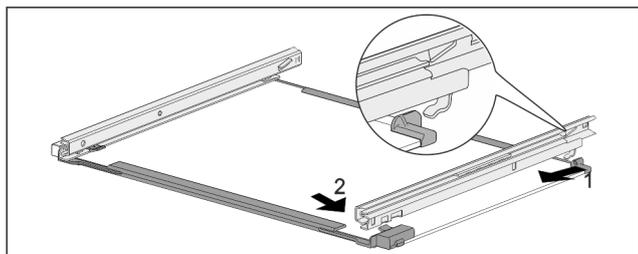

Fig. 143 带轨道的玻璃隔板
- ▶ 轨道后部钩入。 Fig. 143 (1)
- ▶ 轨道前部卡紧。 Fig. 143 (2)